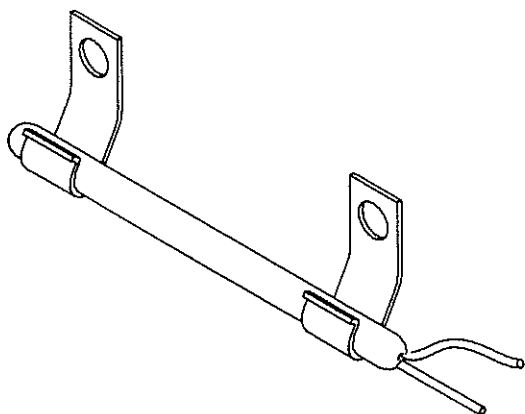

figure 6. Bulbe thermostat fumées
- Extraire le bulbe du thermostat fumées de la pince de fixation (voir Figure 6).